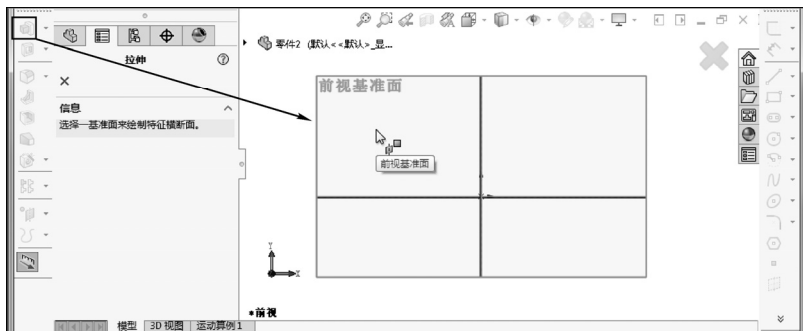

图 1-60 执行“拉伸凸台/基体”命令操作并选择草图绘制面
STEP 1 新建一个零件类型的模型文件，单击“特征”工具栏中的“拉伸凸台/基体”按钮，在绘图区的模型树中选择“前视基准面”作为草图绘制面，如图 1-60 所示。